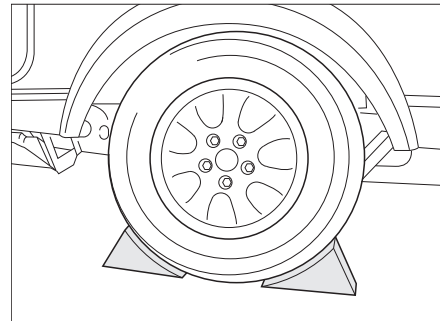

Bild 171 Fahrzeug sichern
- Bremsklötze oder ähnliche geeignete Gegenstände am gegenüberliegenden Rad unterlegen, um das Fahrzeug zu sichern (Bild 171).